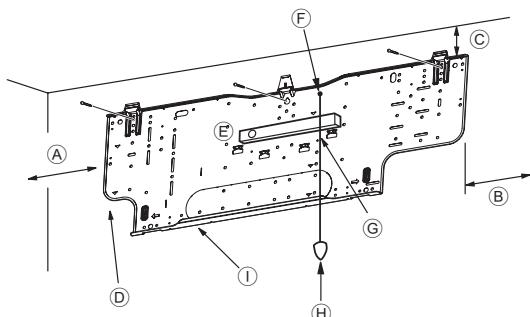
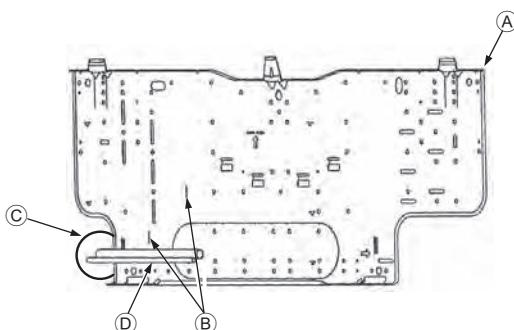

Fig. 3-4
Fig. 3-5
■ РКА-М·НА(L) (Fig. 3-4)
- Ⓘ Монтажная плата ①
3.3. Встраивание труб в стены (Fig. 3-5)
- Ⓐ Монтажная плата ①